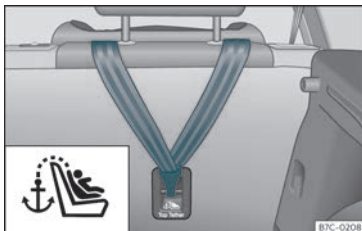

Fig. 28 Parte posterior dos asentos traseiros: argolas de suxeición para o cinto Top Tether.
- Deslice a correa e fíxea correctamente coa áncora da parte posterior do respaldo >>> **fig. 28**.